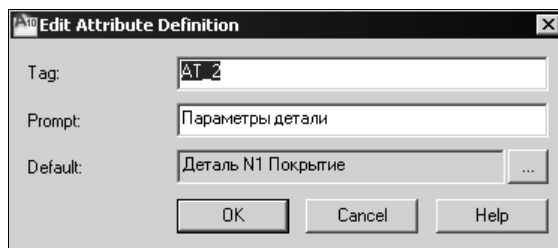

Рис. 16.15. Диалоговое окно редактирования атрибута до объединения его с блоком
3. Выберите редактируемый атрибут. Появится диалоговое окно **Edit Attribute Definition** (Редактирование описания атрибута) (рис. 16.15).
4. В диалоговом окне **Edit Attribute Definition** (Редактирование описания атрибута) измените имя атрибута в поле **Tag** (Имя), подсказку атрибута в поле **Prompt** (Подсказка) и его значение в поле **Default** (Значение) или вызовите редактор атрибутов щелчком на кнопке, размещенной на правой границе этого поля (рис. 16.15).